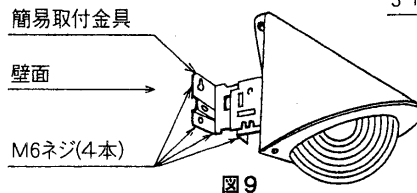

図9
1. 簡易取付金具をM6ねじ4個で座金を入れて壁面へ取り付けてください。(図9)